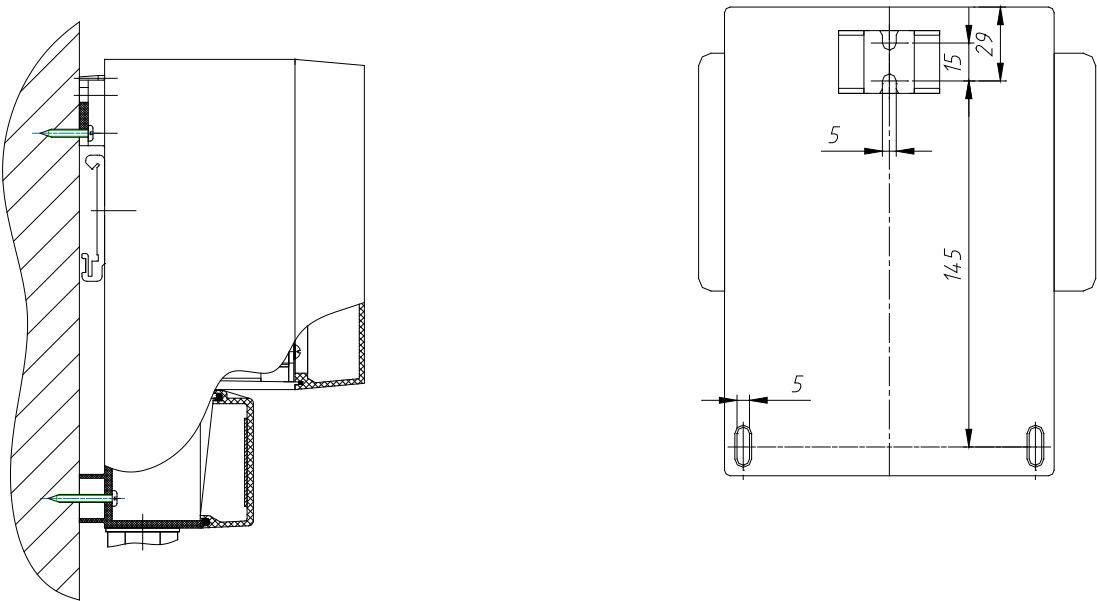

Рис. 10. Монтаж БОИ на стену.
2.2.7.4 Пример монтажа БОИ на стену показан на рис. 10.